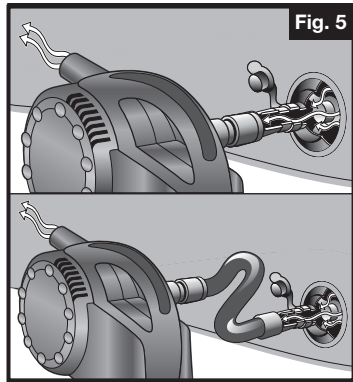

Fig. 5
- Remove adapter nozzle from inflation end and attach to deflation side of pump. Repeat same steps as inflation. This will draw the air out quickly. (Fig. 5)
- Retirer l'embout de l'extrémité de gonflage et le fixer à l'extrémité (opposée) de dégonflage de la pompe. Agir comme pour gonfler. L'air que contient l'article sera très vite évacué. (Fig. 5)
- Separe la boquilla adaptadora del extremo de inflado y únala al lado opuesto, de desinflado, de la bomba. Repita los mismos pasos que siguió para el inflado. Esto extraerá el aire rápidamente. (Fig. 5)